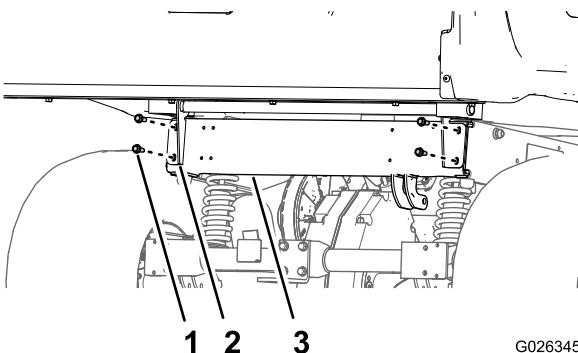

Figura 4
8. Remova os 4 parafusos de cabeça sextavada (3/8 x 1 pol.) que fixam as dobradiças da caixa de carga para o canal da estrutura traseira da máquina (Figura 4).
- Remova os 4 parafusos de cabeça sextavada (3/8 x 1 pol.) que fixam as dobradiças da caixa de carga para o canal da estrutura traseira da máquina (Figura 4).